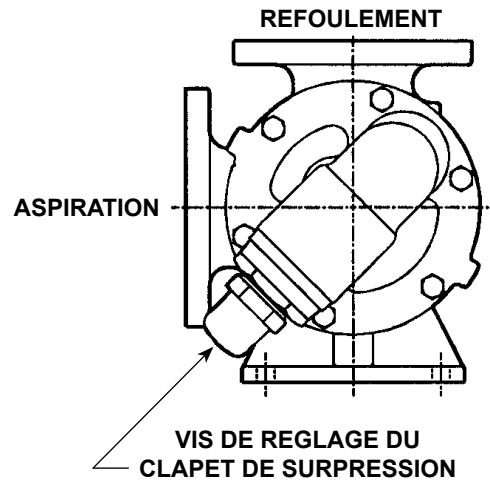

FIGURE 3
3. Le chapeau de la vis de réglage du clapet doit toujours pointer vers le côté d'aspiration de la pompe. Voir Figure 3. Si la rotation est inversée, enlevez le clapet et retournez-le. (Voir d'abord la section "rotation de la pompe" de la page 7 pour des informations supplémentaires quant à une orientation correcte de la pompe.)